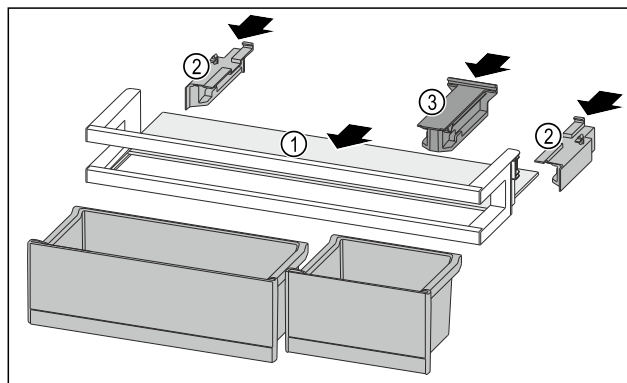

Fig. 225
- Вдвиньте съемную полку Fig. 225 (1) в боковые пазы.
- Установите боковые части Fig. 225 (2).
- Смонтируйте крепление Fig. 225 (3).